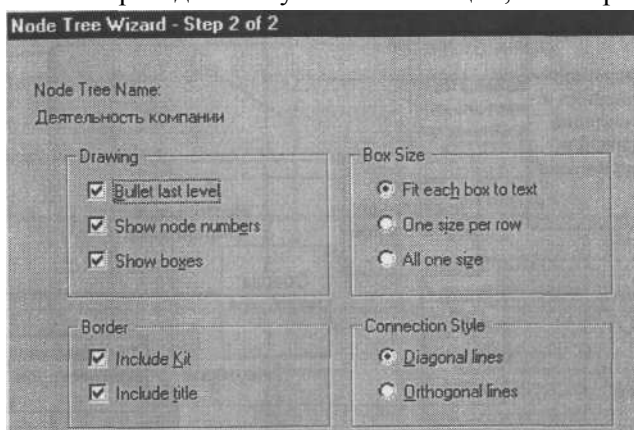

Рис. 4. Второй диалог гида Node Tree Wizard
2. Во втором диалоге установите опции, как на рис. 4.